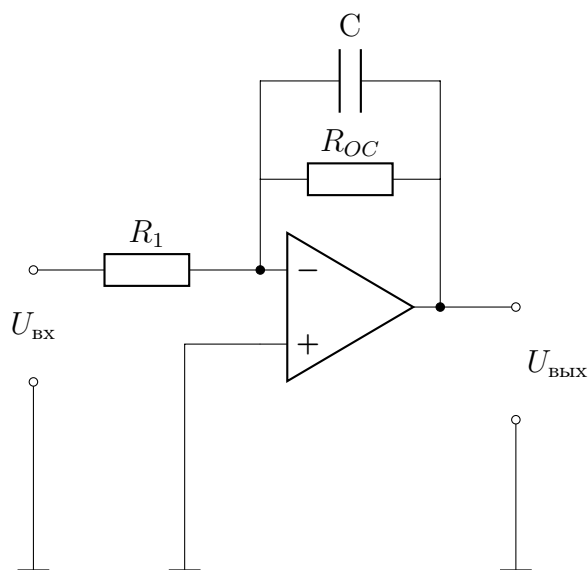

Рис. 1: схема активного фильтра низких частот при инвертирующем включении
На рис.1 приведена схема активного фильтра, построенного на основе инвертирующего ОУ и интегратора. Такой фильтр представляет собой инвертирующий усилитель с постоянным коэффициентом усиления в полосе частот от $f_m = 0$ до f_c . Частота среза f_c с которой начинается уменьшение коэффициента усиления, регулируется цепью обратной связи $f_c = \frac{1}{2\pi R_{OC}C}$. На частоте выше коэффициент усиления уменьшается на 20 дБ/дек, что соответствует уменьшению коэффициента усиления в два раза при удвоении частоты. Для получения АЧХ с более крутой характеристикой применяют каскадное соединение простых фильтров.
- Собрать схему активного фильтра согласно рис. 1. Напряжение на входе и выходе фильтра контролировать при помощи осциллографа. Значение резистора R_{OC} и ёмкости C установить в соответствии с указанием преподавателя.